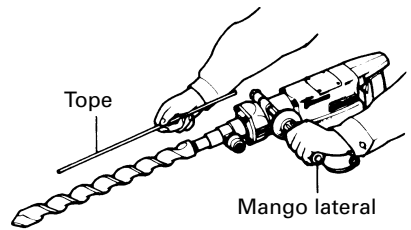

Fig. 7
(1) Instalar el tope (Fig. 7)
① Aflojar el mango lateral e insertar la parte recta del tope en el orificio del perno de manija.
② Aflojar el mango lateral, y mover el tope a la posición especificada y rotar la empuñadura del mango lateral a la derecha para fijar el tope.